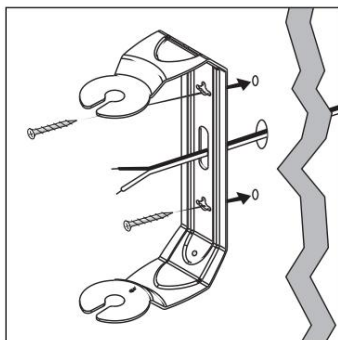

FIGURA 12: Treceți cablul difuzorului de perete prin orificiul pentru cablu din suport pentru a facilita montarea.
9. Dacă treceți firul difuzorului printr-o gaură din peretele din spatele suportului, treceți firul prin gaura din suport înainte de a monta suportul [Figura 12].